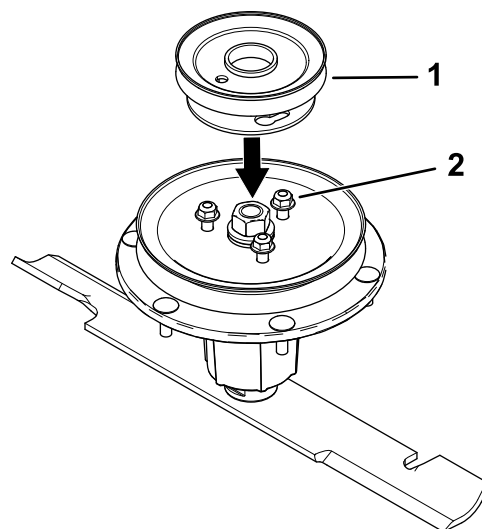

Figura 5
6. Alinhe o novo conjunto da polia de forma a que as aberturas encaixem sobre as porcas (Figura 5).